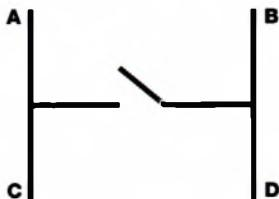

РИСУНОК 15.5
3. Центральный контакт потенциометра должен быть подключен к контакту 3 ЖК-дисплея (VO). Теперь подключите один из внешних контактов потенциометра к контакту GND, а другой — к контакту 5V платы Arduino. Потенциометр управляет контрастностью ЖК-дисплея.
4. Установите кнопку на макетную плату так, чтобы она перекрыла канавку в центре. Метки контактов показаны на рис. 15.5.